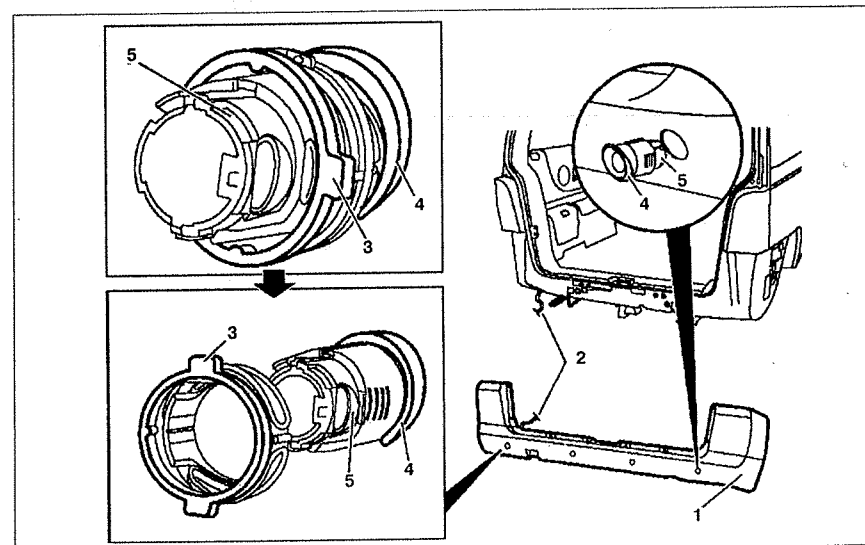

Рис. 10.23. Датчики системы "Parktronic":
1. Снимите бампер 1 и отсоедините разъемы проводки (см.рис.10.23).